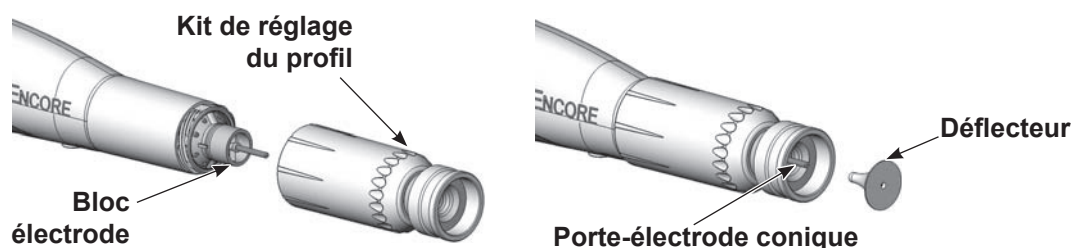

Figure 4-9 Installation du kit de réglage du profil
3. Voir la Figure 4-9. Monter la buse conique intégrale sur le bloc électrode et visser l'écrou de buse à la main dans le sens des aiguilles d'une montre.